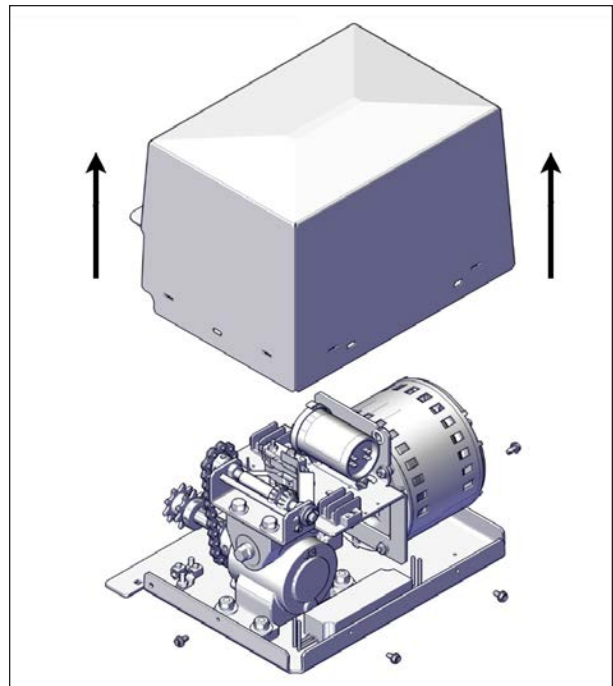

FIGURE 60: RETIRER LE COUVERCLE DE L'OPÉRATEUR
1. Démonter les 4 vis dans le bas du couvercle de l'opérateur et retirer le couvercle, voir Figure 60.
2. Démonter les quatre vis dans le bas du couvercle de l'opérateur et retirer le couvercle, voir Figure 60.